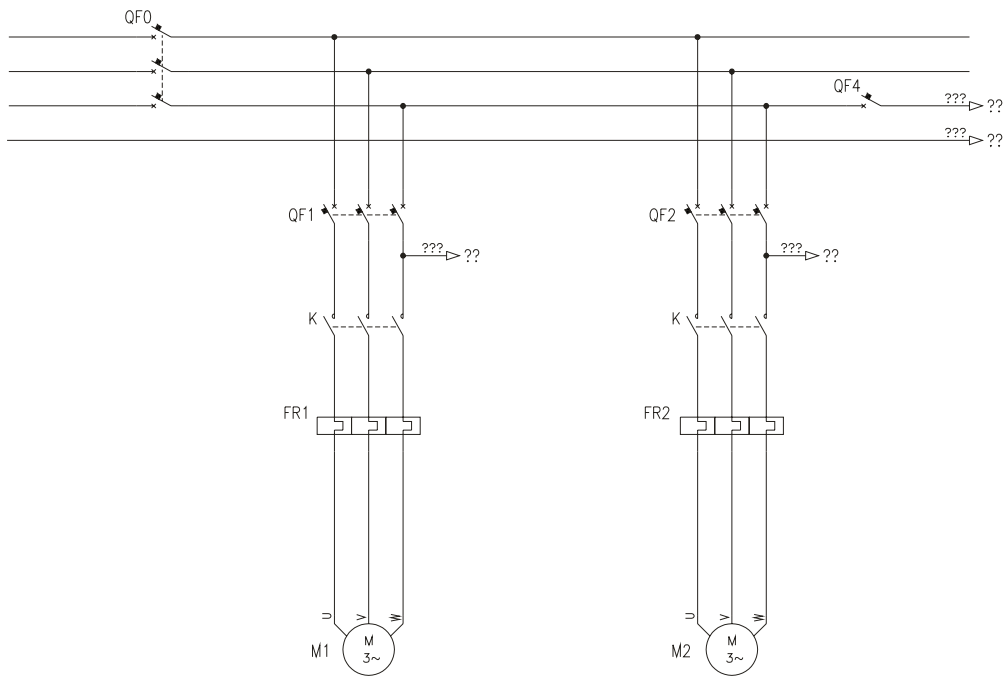

图 2-7
12. 至此, 我们已画出了主回路的大致轮廓。但还没有加上端子, 没有加上电缆标记, 没有设定线号, 没有给元件端子输入端子号等, 这此是设计细节的问题, 留待以后细化, 这也符号设计的思维。当然, 由于电机符号已事先给端子设 U, V, W 的默认值, 所以就显示出来了, 见图 2-7。